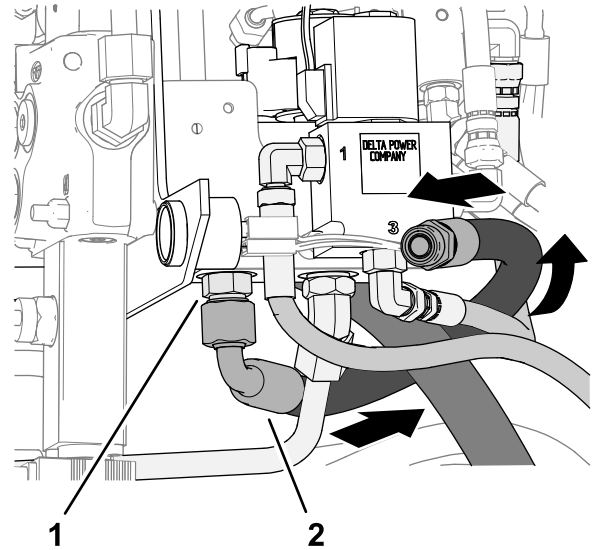

Bild 25
1. Montieren Sie das 90°-Anschlussstück des 41,9 cm langen Schlauchs an das gerade Anschlussstück im Anschluss P des Niedrigflussventils (Bild 25).